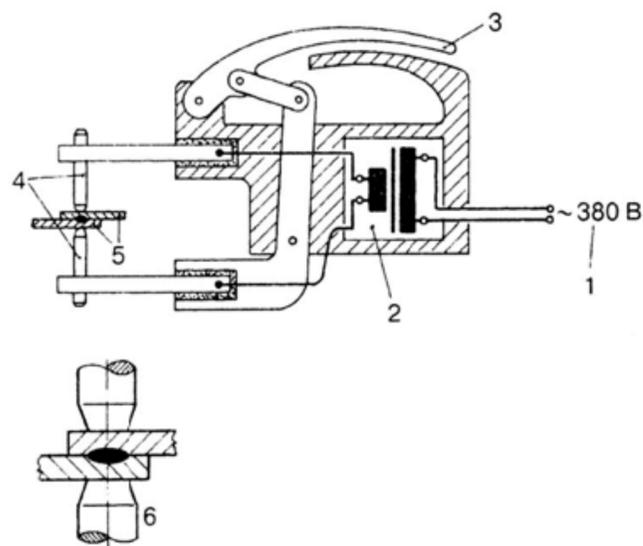

Рис. 13. Принципиальное схематическое изображение клещей для контактно-точечной сварки и сварной точки:
Этот принцип таков (рис.13). В состав электрической цепи могут быть быстро разомкнуты специальным рычажным механизмом. Этот механизм позволяет зажать между контактами свариваемые листы металла. Для того чтобы создать повышенное сопротивление протеканию тока,
- центровка электродов (оси электродов должны находиться на одной линии, см. рис. 13, б);